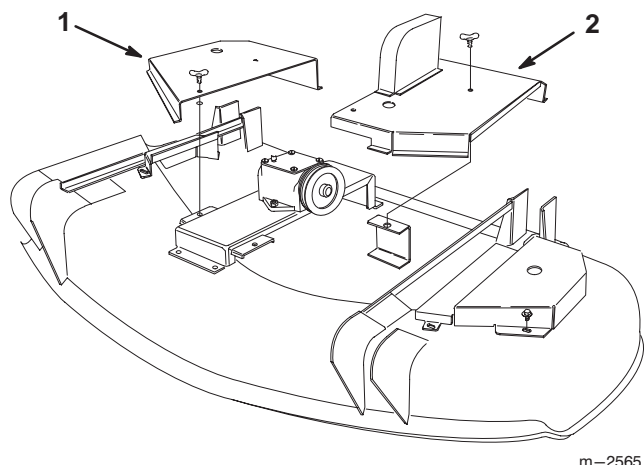

Figure 29
1. Dévissez de 1/4 de tour les goujons à oreilles de fixation des carters intérieurs gauche et droit du plateau de coupe, puis déposez les carters (Fig. 29).
5. Reposez les deux carters intérieurs du plateau central, puis vissez les goujons à oreilles de 1/4 de tour pour fixer les carters au plateau (Fig. 29).